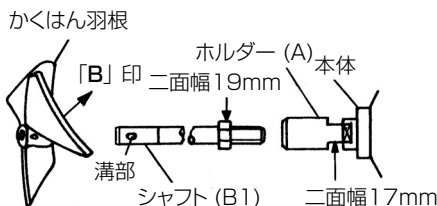

図 4
- (1) シャフト (B1) をホルダー (A) へ時計方向にネジ込み、付属品のスパナ (幅 17 mm) と両口スパナ (幅 19 mm 側) でしっかり締付けます。
- (2) かくはん羽根を図 4 の向きにして装着し、ボルトを時計方向に締付け固定します。